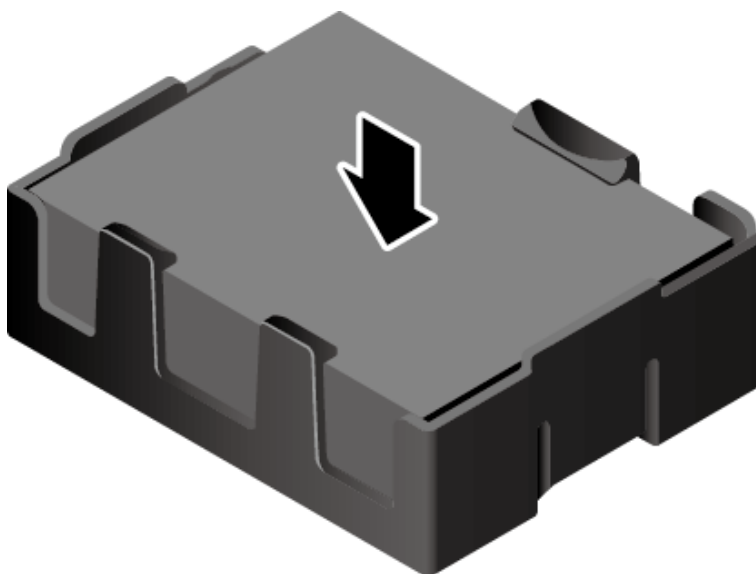

图 5-13 安装超级电容
7. 将超级电容插入托架，直至超级电容被塑料卡扣固定，如图 5-13 所示。